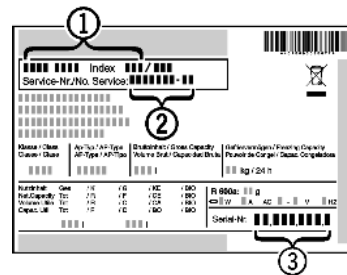

Fig. 6
- ▶ Identificați denumirea aparatului *Fig. 6 (1)*, numărul de service *Fig. 6 (2)* și numărul de serie *Fig. 6 (3)* pe marca de fabricație. Marca de fabricație se află pe partea stângă în interiorul aparatului.
- ▶ Informați serviciul de asistență a clienților și comunicați tipul defecțiunii, denumirea aparatului *Fig. 6 (1)*, numărul de service *Fig. 6 (2)* și numărul de serie *Fig. 6 (3)*.